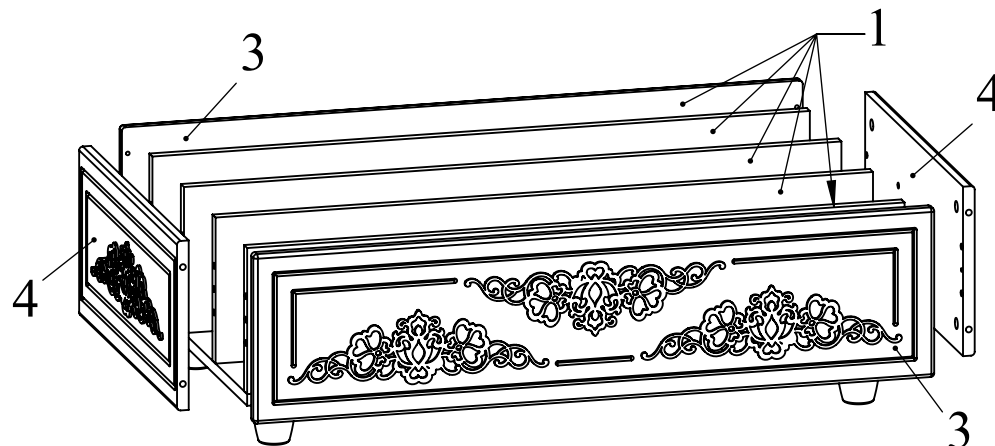

Рис.5
4. Установить детали 4 на детали 1 и зафиксировать, повернув головки минификсов конфирматным ключом по часовой стрелке до упора (Рис. 5).
5. Установить детали 3 на детали 4 и зафиксировать, повернув головки минификсов конфирматным ключом по часовой стрелке до упора (Рис. 5).